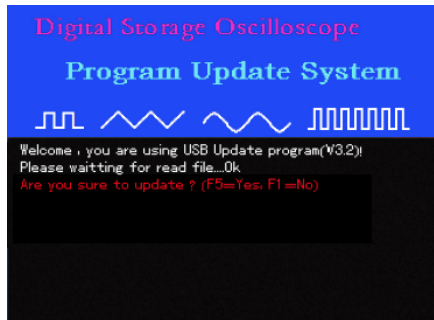
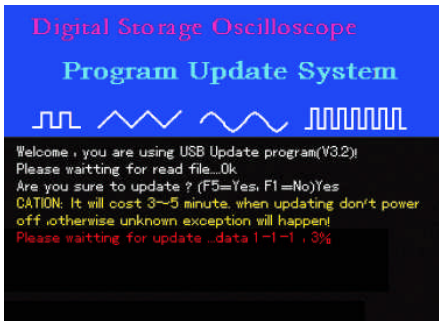

图5-3
图5-4
4、升级系统对选中的升级文件进行判别，符合程序升级条件后，进入图5-3所示界面，提示“请您确认是否需要继续进行程序升级”。
5、在图5-3所示界面上，按[F5]，确定需要对当前程序进行升级，进入如图5-4所示界面。提示用户“程序正在进行更新，整个过程需要持续3~5分钟。在更新系统时，请勿切断电源，否则会出现未知的错误。当前程序更新进度为...%”。